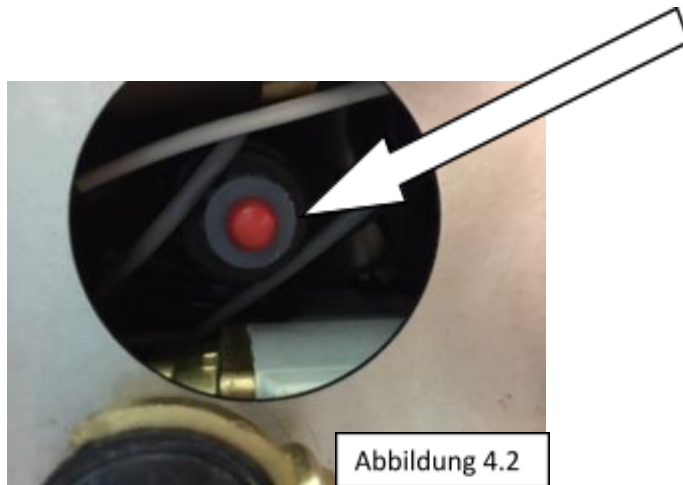

Abbildung 4.2
Schritt 1: Schrauben Sie die schwarze Kappe von der Pumpe ab und entfernen Sie den roten Stöpsel (siehe Pfeil in Abbildung 4.2). Bewahren Sie die schwarze Kappe gut auf!